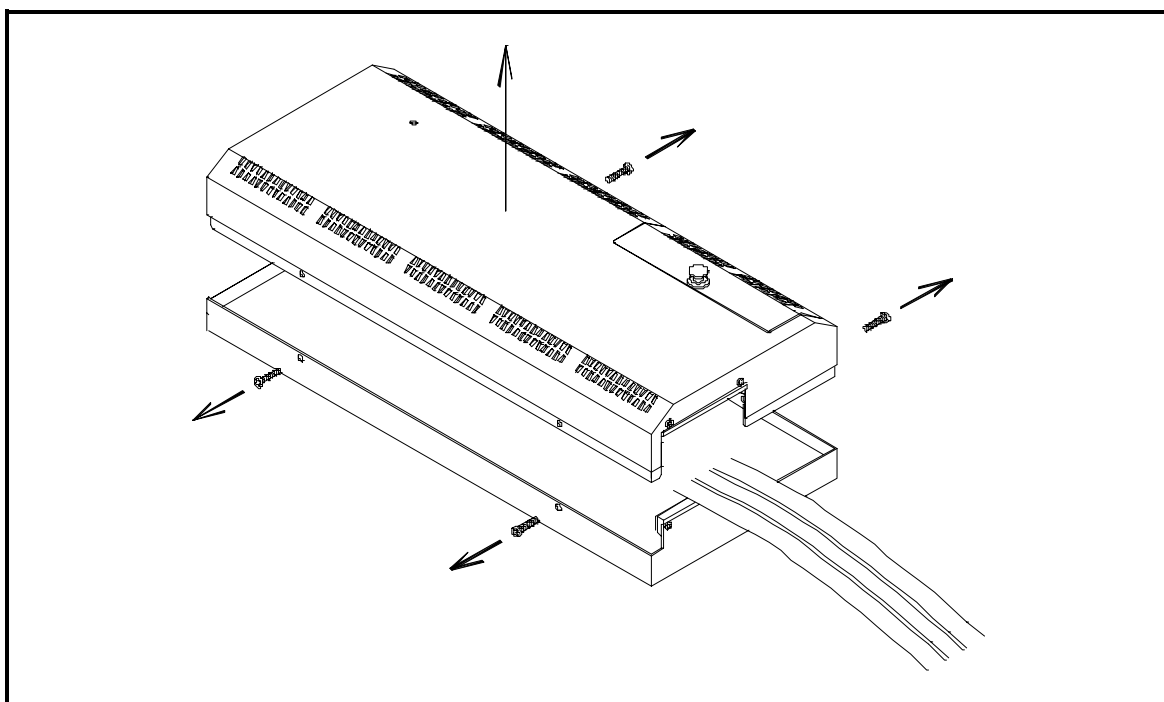

図 3.1 上カバーの取り外し
- ① 本製品の両側面ネジ(4箇所)を外して、上カバーを取り外してください(図 3.1参照)。
- ② 以降の説明にしたがって各種スイッチなどを設定してください。
- ③ 上カバーを元通り取り付け、ネジで固定してください。